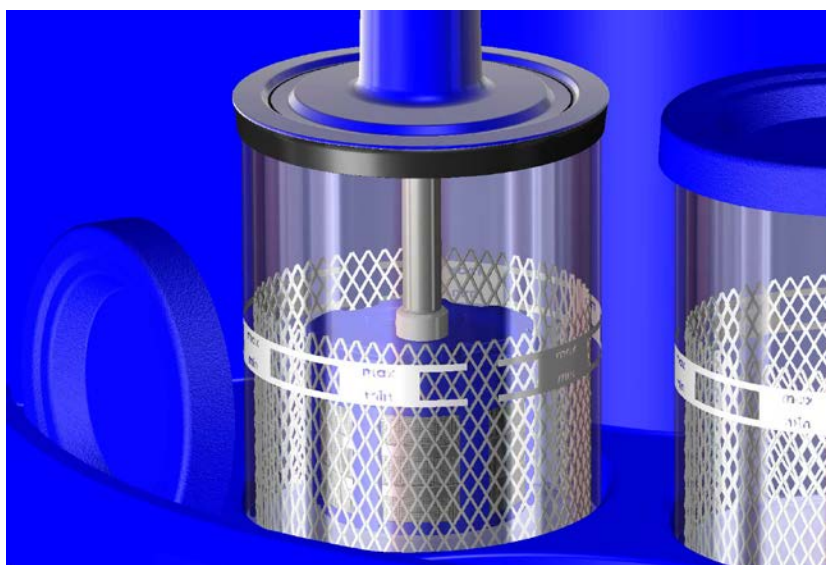

Fig. 3.8.5. Position Nettoyage/Rinçage (Position inférieure)
- Position inférieure : (dans le réservoir de fluide – dans le fluide de nettoyage/de rinçage) Position de nettoyage/de rinçage (*Fig. 3.8.5.*).